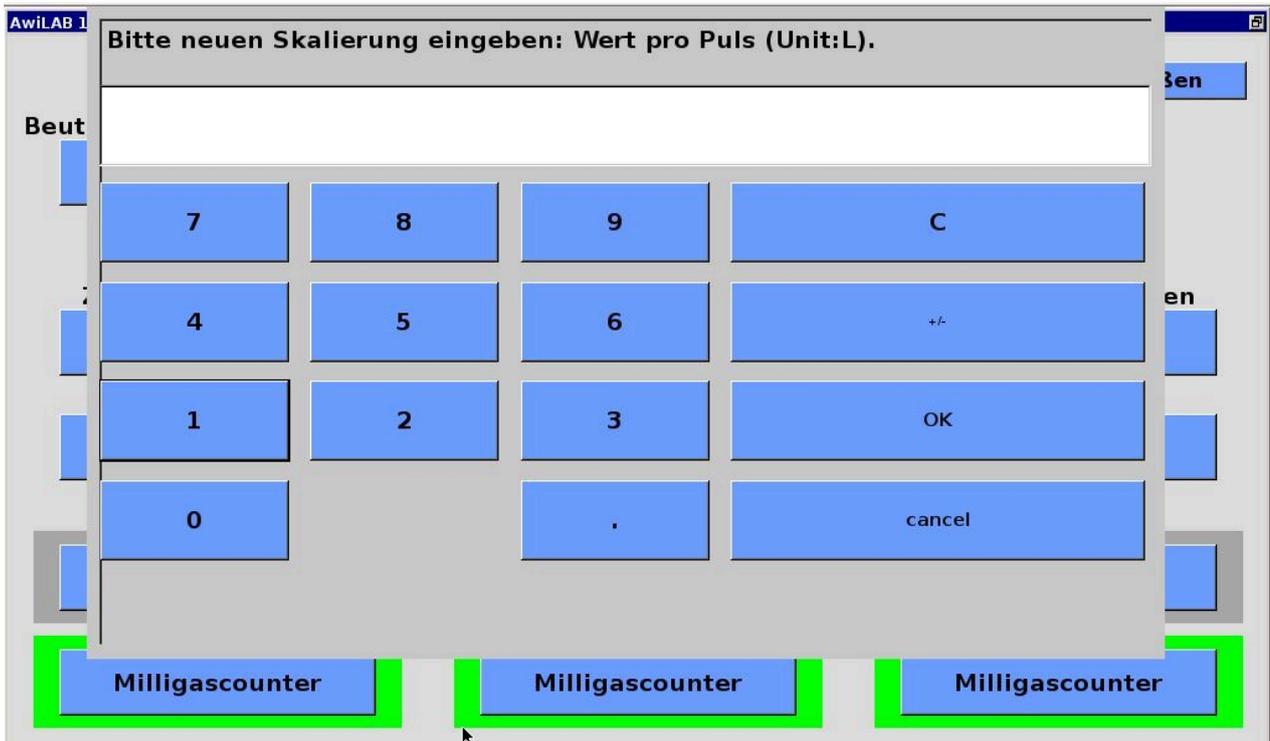

Abbildung 25: Skalierung Milligascounter/Trommelgaszähler
3. Im Feld Faktor ist zu sehen, wie groß die Menge in Liter ist, die vom Milligascounter/ Trommelgaszähler pro Impuls gezählt wird. Dieser Faktor ist vor der Inbetriebnahme des Zählers in jeden Fall anzupassen (Abb. 25 "Factor"). Beim Milligascounter findet man diesen Faktor am Typenschild angegeben als Messkammervolumen. Bei Trommelgaszählern werden die Mengen pro Umdrehung und die Impulse pro Umdrehung angegeben. Diese müssen entsprechen umgerechnet und eingetragen werden (Beispiel: 0,5 Liter/Umdrehung und 200 Impulse/Umdrehung entspricht 0,0025 Liter als Wert zur Eingabe)